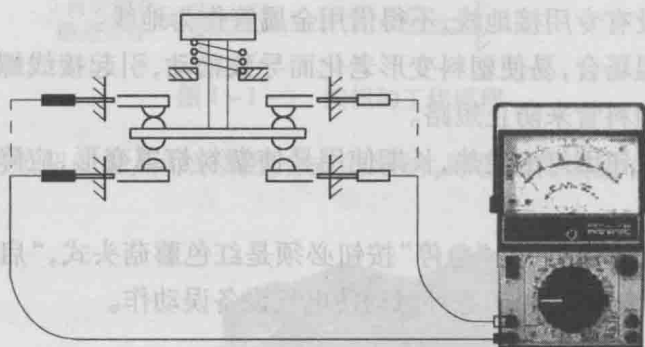

图 1-1-6 按钮的测试
(1) 切断线路电源,将按钮接线中便于拆装的一端拆下。
(2) 在保持按钮初始状态的情况下,用万用表电阻挡测量按钮的通断情况是否正常,如图 1-1-6 所示。
(3) 在按下按钮的情况下,用万用表电阻挡测量按钮的通断情况是否正常。正常时测量的电阻应为 0Ω 或接近于 0Ω 。方法见图 1-1-6。
(4) 若触点存在问题,则根据不同的按钮类型,采用正确方法拆下触点,用锉刀对触点进行修复,安装恢复后,还需要进一步用万用表电阻挡测量确认修复情况。
(5) 重新恢复按钮的接线,并检查按钮的接线是否牢固。